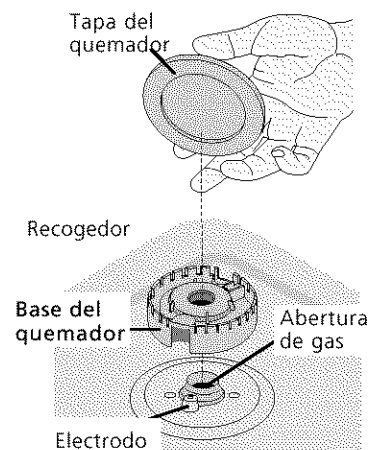

Figura 11
- Esta estufa esta equipada con quemadores sellados como se muestra más abajo (Figura 11).